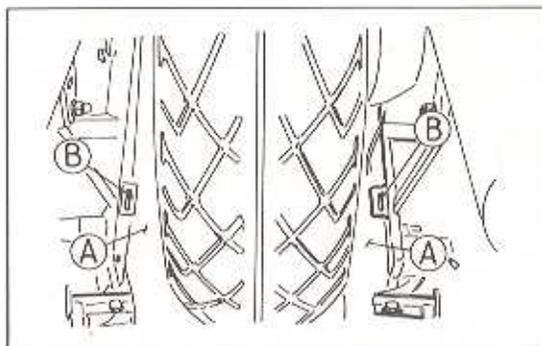

Bild 272
- Die Zungen des vorderen Teils des Kotflügels in die Schlitz des Heckrahmens stecken (Bild 272).